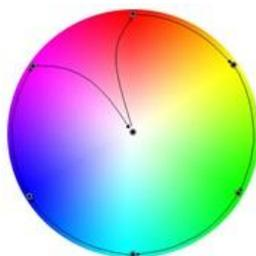

Figure 13. Variation de couleur
- "[C] **Couleur RGB**": objet de trois bytes qui permettra d'établir directement l'éclairage de chaque composant (entre 0 et 255). Ainsi, le premier byte indiquera l'éclairage du canal rouge (R), le second byte celui du canal vert (G) et le troisième byte celui du canal (B).
- "[C] **Variation de couleur**": objets homonymes de un et quatre bits qui permettent de commencer ou interrompre la séquence de balayage de couleur (Figure 13).